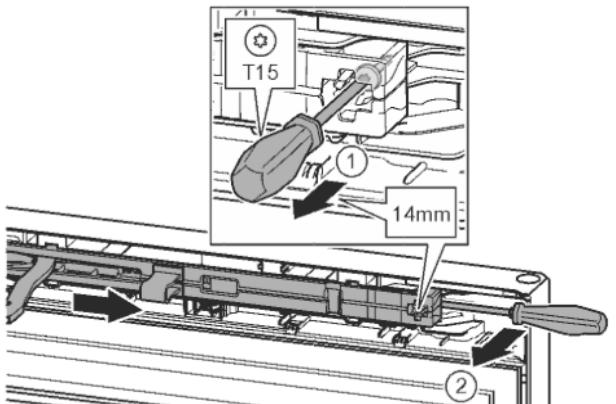

Fig. 14
► Ослабить винт на узле амортизатора с помощью отвертки T15 примерно на 14 мм. Fig. 14 (1)
► Отверткой со стороны ручки переместиться за узел амортизатора и повернуть вперед. Fig. 14 (2)
► Извлечь узел амортизатора. Fig. 14 (3)